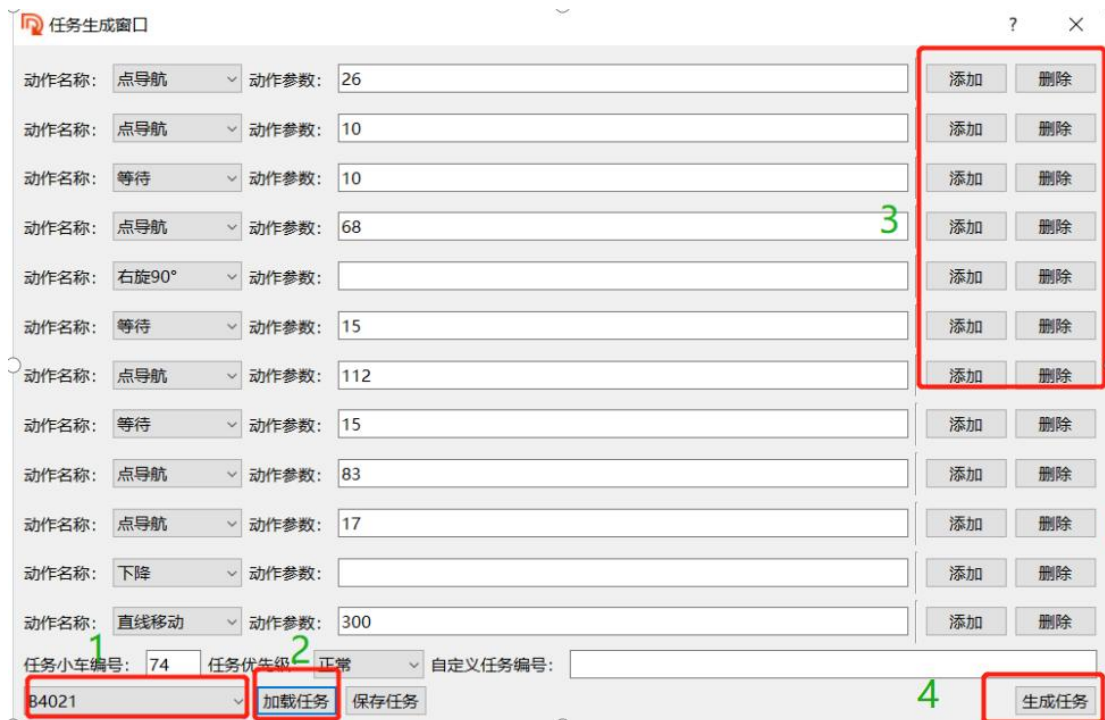

图 22-1-2
- 2) 点击窗口->任务生成器，然后选择需要加载的任务，如图 22-1-2 所示，查看当前小车节点，确认剩余的任务，将之前已经完成的任務删除，然后点生成任务按钮，此时小车任务会继续恢复执行。